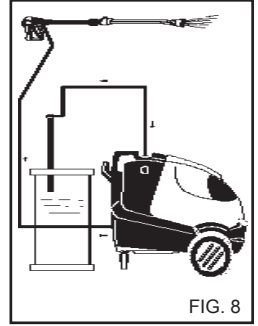

FIG. 8
- 3) Après l'emploi avec du détergent, rincer le circuit d'aspiration ; enfler le tuyau d'aspiration (fig. 8) du détergent dans un bidon d'eau propre et faire fonctionner la pompe pendant 1 minute avec le robinet de dosage complètement ouvert et la lance en phase de sortie du détergent.
4) Après l'emploi avec du détergent, rincer le circuit d'aspiration; enfilez le tuyau d'aspiration (fig. 8) du détergent dans un bidon d'eau propre et faire fonctionner la pompe pendant 1 minute avec le robinet de dosage complètement ouvert et la lance en phase de sortie du détergent.